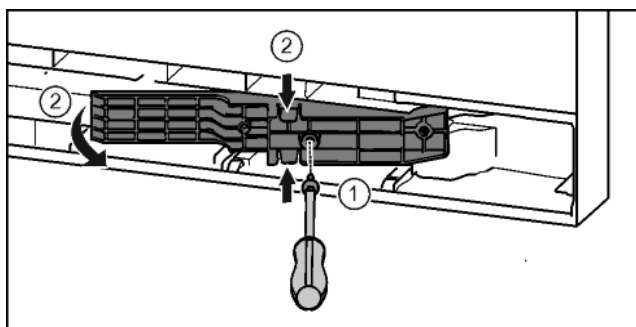

Fig. 22*
- ▶ Con il cacciavite T15 svitare le viti.* Fig. 22 (1)
- ▶ Estrarre l'adattatore.* Fig. 22 (2)